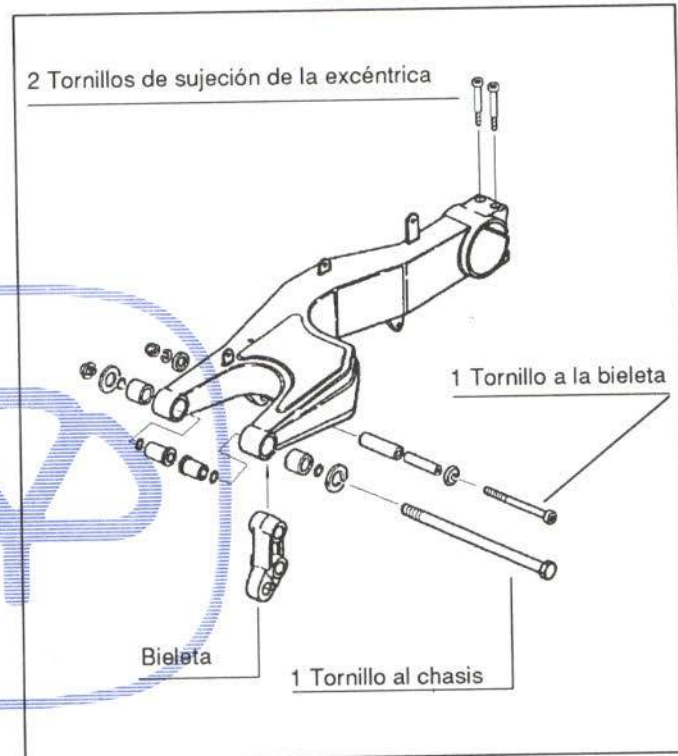

Figura 34.- Unión del basculante
Va unido al eje trasero y al chasis de la forma que muestra la figura 34.
- Extraer basculante mediante los tornillos de la figura 34.
Mediante los tornillos de sujeción del basculante (figura 34).